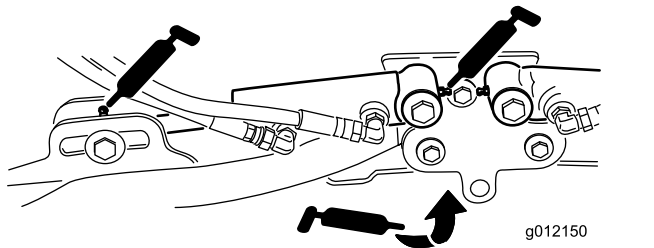

図 73
- 昇降アームのシリンダ各カuttingユニットの2ヶ所 図 73
- 昇降アームのピボット各アームに1ヶ所 図 73